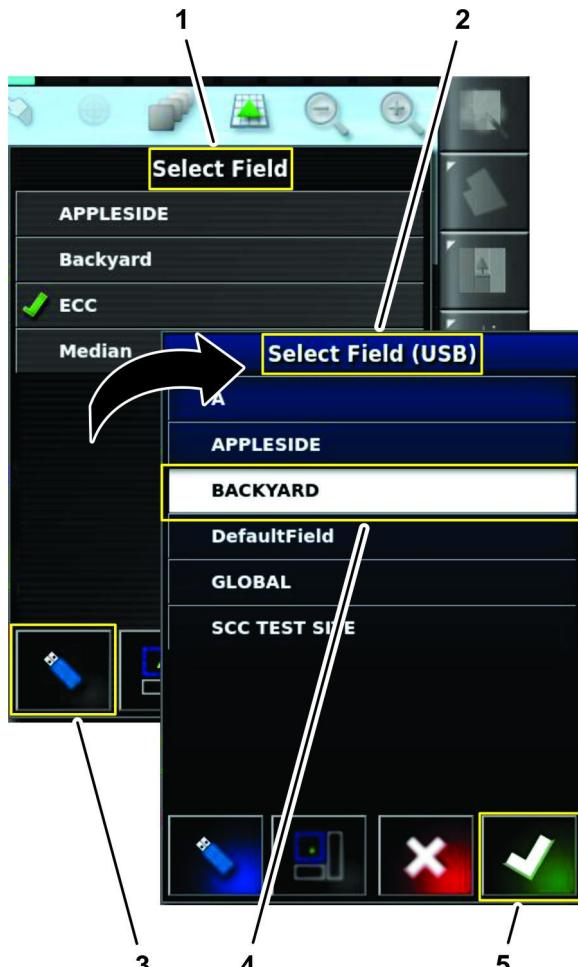

Figure 36
- Dans la liste de sélection des champs, appuyez sur l'icône Permuter (Figure 36).
- Dans la liste de sélection des champs, appuyez sur l'icône Champ pour le champ qui est pulvérisé, puis appuyez sur l'icône de confirmation (Figure 36).